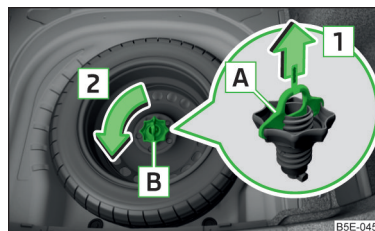

Fig. 303
La rueda se encuentra en una cavidad debajo de la moqueta del maletero y está fijada con un tornillo de seguridad **B** » fig. 303.
- Extraer el seguro **A** en sentido de la flecha **1** » fig. 303.
- Atornillar el tornillo de seguridad **B** contra el sentido de la flecha **2** » fig. 303.